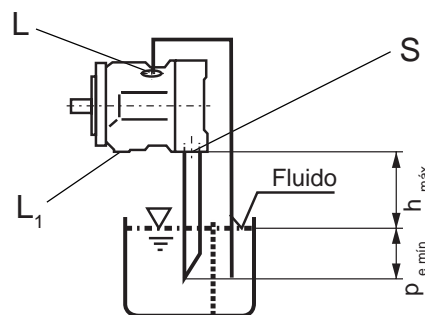

Fig. 4
b) cuando el nivel mínimo del fluido sea igual al borde superior de la bomba o esté por debajo del mismo: conexión "L", "L₁" y eventualmente "S" con tuberías conforme fig. 4. Condiciones correspondiente a 1.2.1.
a) montaje sobre el tanque conforme fig. 4. Condiciones correspondientes a 1.2.1.